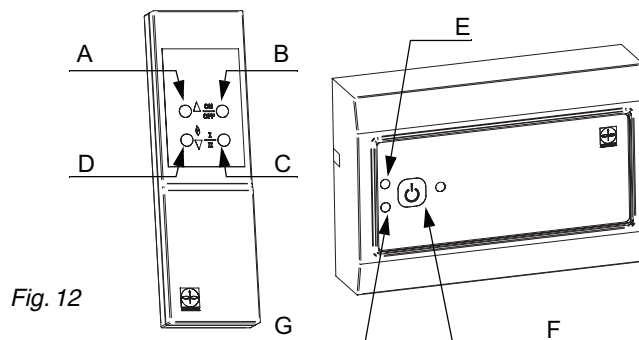

Fig. 12
- Druk gelyktydig op de UIT knop (fig. 12-B) en de brander start knop gedurende 1 seconde (fig. 12-D).
- Indien de mogelijkheid bestaat, kan het vuur hoog/laag geschakeld worden door op de desbetreffende toets op de afstandbediening te drukken (fig. 12-C). Het indicatie LED zal één keer knipperen voor de lage stand en twee keer voor de hoge stand van het vuur.
- Het ventilator toerental kan tijdens het bedrijf handmatig aangepast worden, middels de toerental toetsen op de afstandbediening (fig. 12-A/12-D). Tijdens het indrukken van de toetsen zal het indicatie LED knipperen. Het toerental kan nooit onder de minimale instelling ingesteld worden.
- Om het systeem uit te schakelen, drukt u nogmaals op de UIT toets (fig. 12-B).
- Voor ventralitie alleen eenmalig op de AAN/UIT knop drukken (fig. 12-B).
- Druk op de AAN/UIT toets (fig. 12-F).
- Om het systeem uit te schakelen, drukt u nogmaals op de AAN/UIT toets (fig. 12-F).
Indicatie LED (fig. 12-E)	Omschrijving
Gedurende minimaal 4 seconden op de ON/OFF-toets (fig. 12-F) drukken verhoogt de snelheid van de rookgasafzuiging in bedrijf. Deze verhoogde snelheid wordt weer geannuleerd als de regelunit wordt uitgeschakeld.